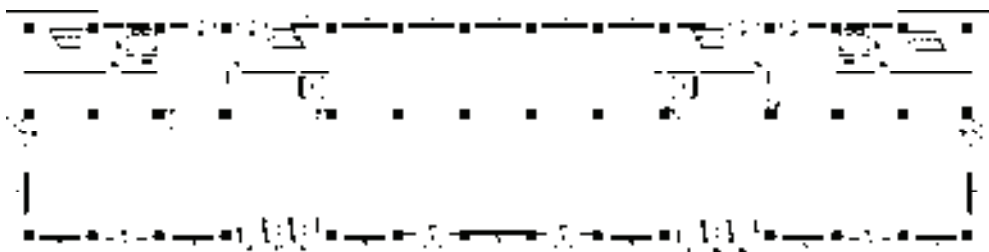

图 15-46 镜像复制图形
14) 调用“镜像”命令, 将洁具、隔断及门图形镜像复制至平面图的右侧, 如图 15-46 所示。